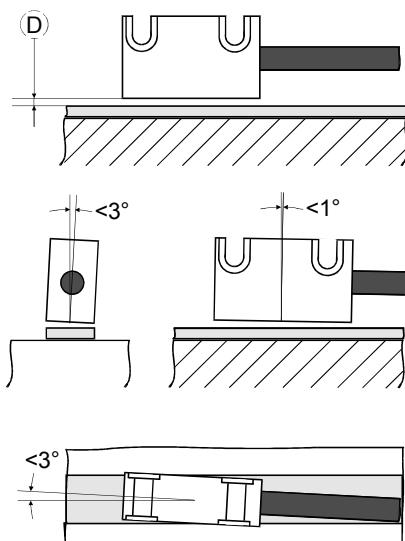

Abbildung 1
- Die Mechanik bzw. Montagewinkel müssen auf dem gesamten Messweg die vorgegebenen Toleranzen zwischen Sensor und Band gewährleisten (s. Abbildung 1).